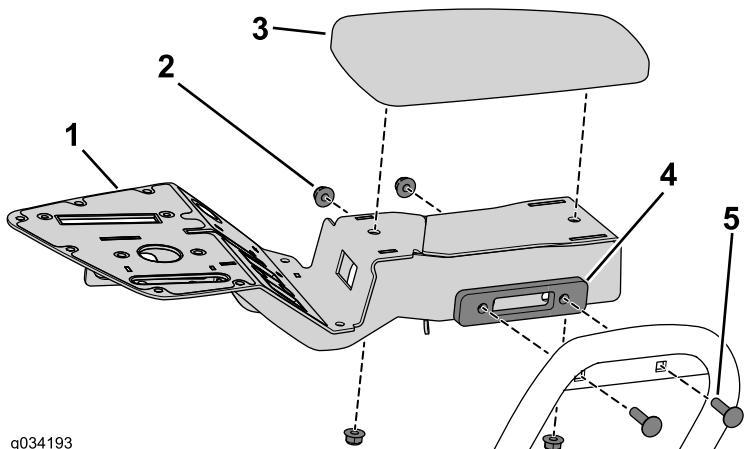

Figura 16
3. Utilizzate i 2 dadi flangiati rimossi in precedenza per fissare il bracciolo al gruppo consolle (Figura 16).
2. Utilizzate i 2 bulloni a testa tonda e i dadi flangiati che avete rimosso in precedenza per fissare la staffa della consolle (Figura 16).